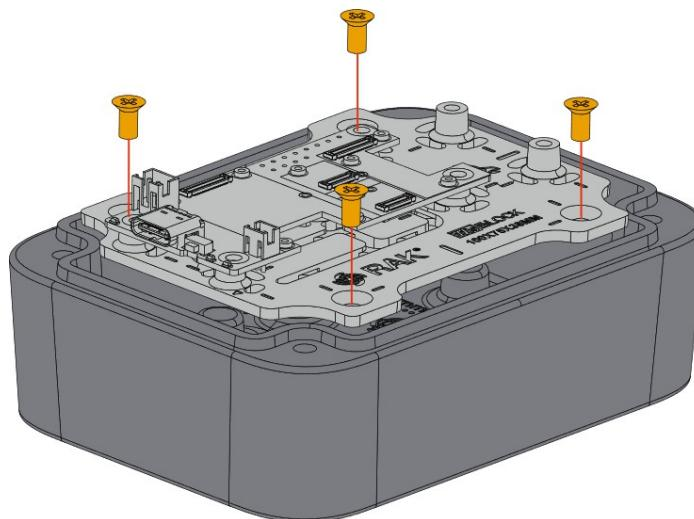

Abbildung 9: Installation der internen Montageplatte am Gehäuse
Befestigen Sie dann die interne WisBlock-Montageplatte mit vier (4) M3*4-mm-Senkkopfschrauben an der Unterseite des Gehäuses, wie in **Abbildung 9** dargestellt.